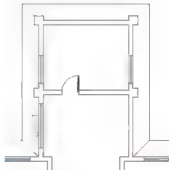

图 3.86 插入的窗图块
- (7) 在输入门窗编号<C-1>: 提示下, 按 Enter 键执行尖括号内“C-1”默认值, 结果如图 3.86 所示。